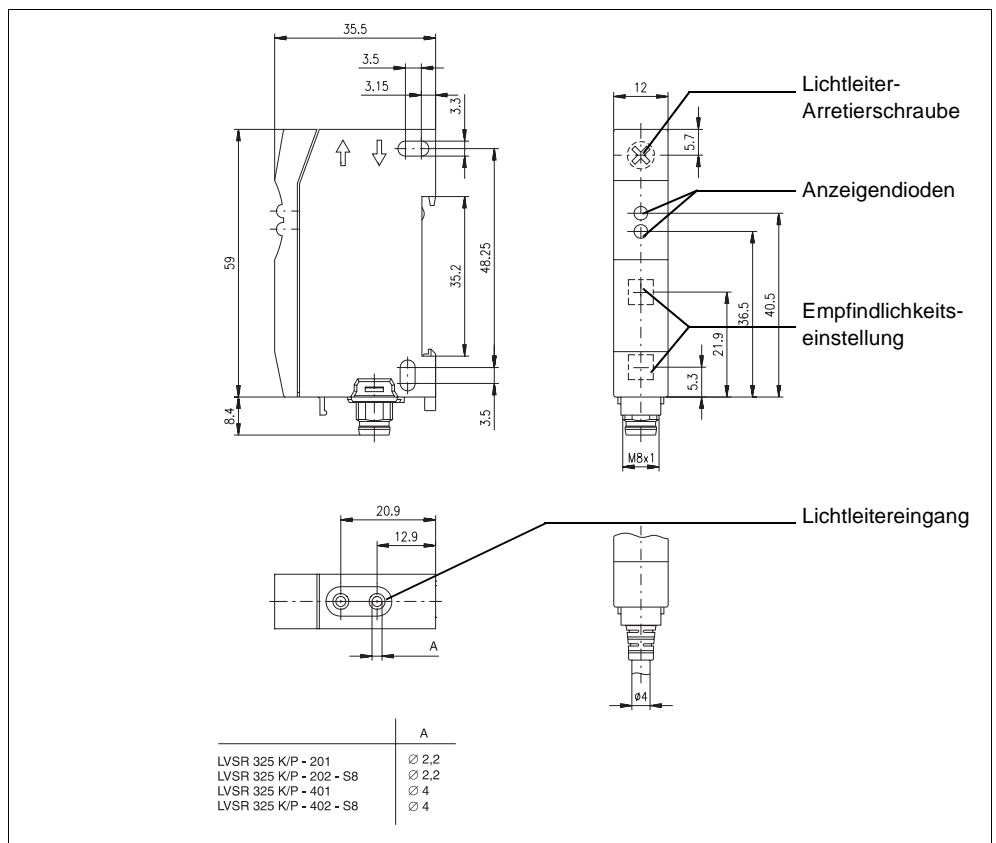

Bild 4.2: Maßzeichnung LVSR 325
- ☞ *Führen Sie die beiden Enden des Lichtleiters in die Lichtleitereingänge des Sensor ein und drehen Sie die Lichtleiter-Arretierschraube um 90° im Uhrzeigersinn (siehe Bild 4.2).*